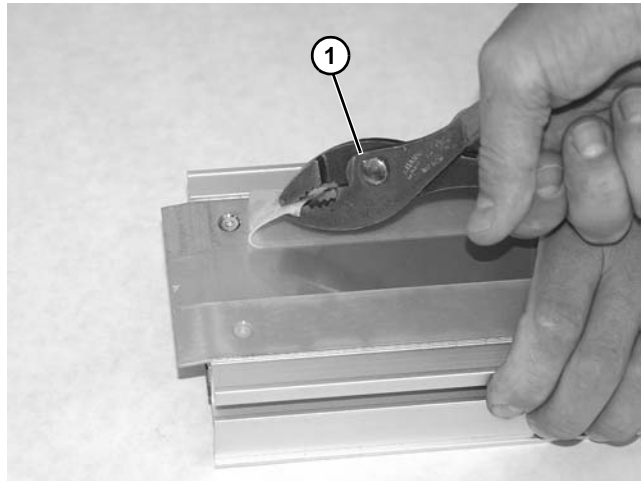

Figura 74
3. Quite la tira de desgaste vieja con unos alicates (**Figura 74, artículo 1**).